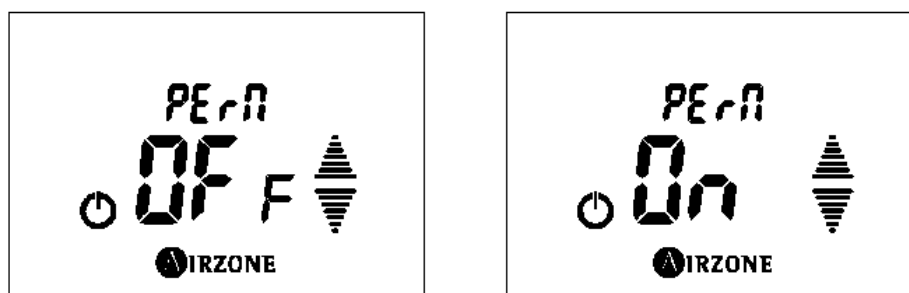

Fig. 84
- **Apertura del canal de asociación radio $PERN$:** Esta opción permite abrir el canal de asociación radio del sistema para la conexión de elementos radio Airzone. Por defecto el canal está cerrado **OFF**. Para abrir el canal de asociación pulse **AIRZONE**, el valor del menú se pondrá a parpadear, esto indica que estamos dentro del menú. Seleccione mediante flechas   la opción **On** si desea abrir el canal de asociación y pulse **AIRZONE** para confirmar. Si desea salir del menú pulse  para volver al menú anterior. (Fig. 84)